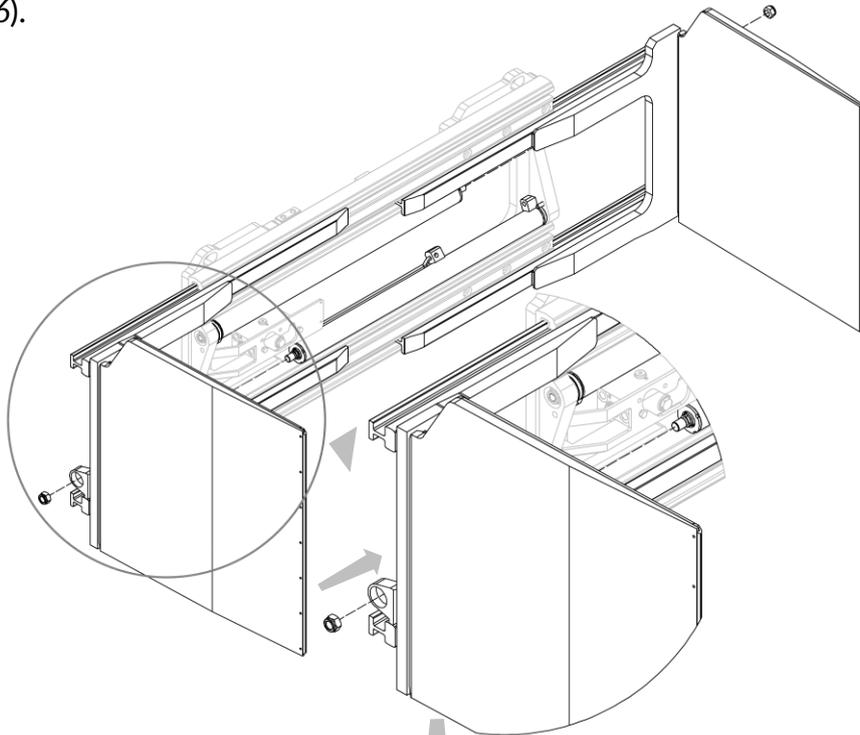
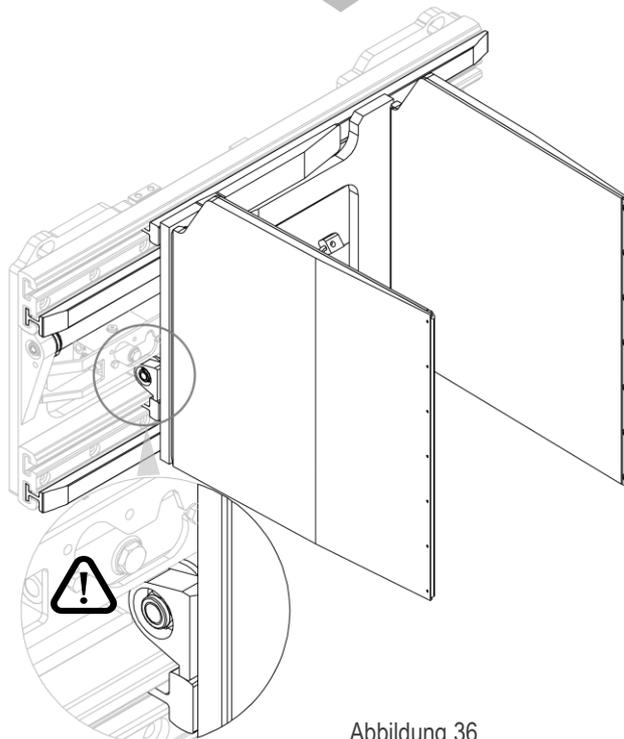

Abbildung 35
Abbildung 36
2. Schieben Sie die Gabelzinken, eine nach der anderen, in ihre Aufnahmen und ziehen Sie die Muttern, mit denen sie an den Zylindern befestigt sind, an (siehe *Abbildung 35* und *Abbildung 36*).